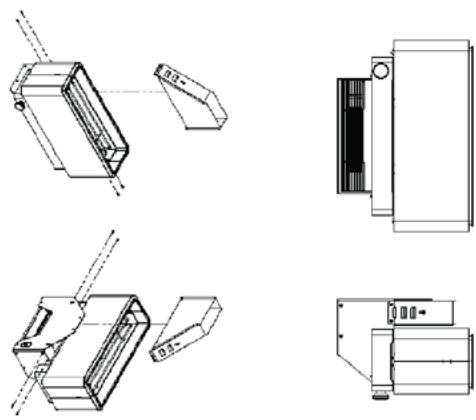

Рисунок 3.2: Снятие цоколя дымохода
3.2.1. Вкрутите 4 крепежных винта,держивающих цоколь канала, и снимите цоколь канала (Рисунок 3.2).